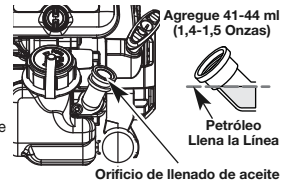

Fig. 24
- Compruebe el nivel de aceite. El aceite debe quedar exactamente en el orificio de llenado de aceite y vuelva a medir (Fig. 24). Repita este procedimiento hasta que el nivel de aceite a la parte inferior de las roscas en el orificio de llenado de aceite.